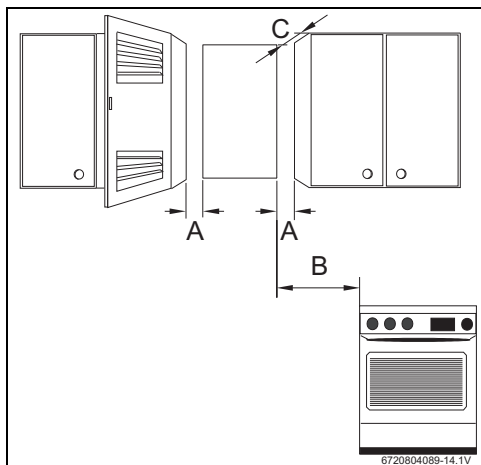

Fig. 19 Distanze minime
- ▶ Rispettare le misure minime di installazione riportate nella Fig. 19.
- ▶ Garantire la buona accessibilità per i lavori di manutenzione, rispettando le distanze minime indicate nella Fig. 19.